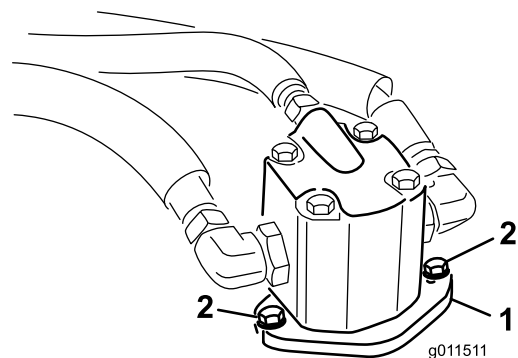

Figura 115
- Retire os parafusos que fixam o motor hidráulico à plataforma do cortador (Figura 115).